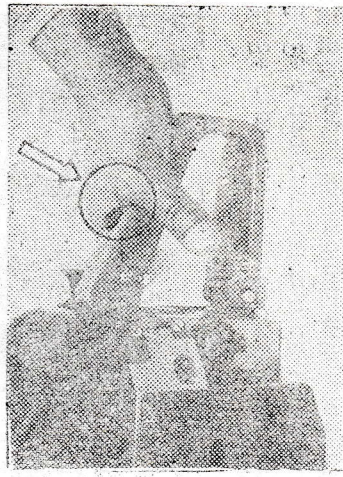

Fig. 8
3. Se apasă cu palma mîinii drepte, siguranța accelerației (fig. 8).